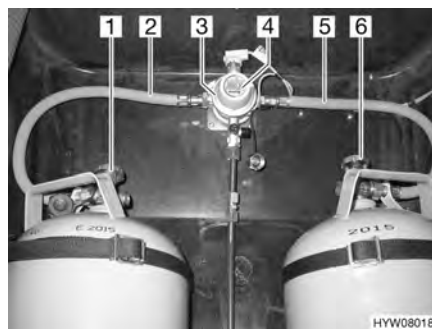
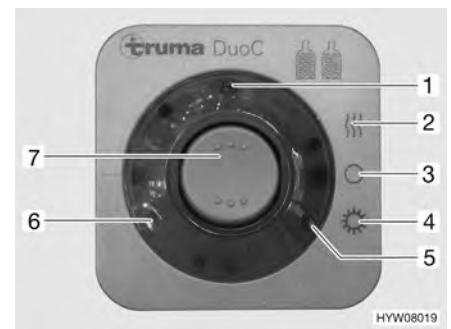

Fig. 98 Impianto di commutazione DuoControl
Fig. 99 Centralina di controllo
L'impianto di commutazione DuoControl è costituito da una valvola di commutazione (Fig. 98,3) e da una centralina di controllo (Fig. 99). La valvola di commutazione è installata tra i tubi del gas (Fig. 98,2 e 5). Con la manopola
(Fig. 98,4) sulla valvola di commutazione è possibile stabilire, quale delle bombole del gas viene utilizzata come bombola in uso e quale bombola del gas viene utilizzata come bombola di riserva.
Sulla centralina di controllo (Fig. 99) possono venire azionate solo le funzioni elettriche. Le valvole principali di arresto delle bombole del gas (Fig. 98,1 e 6) devono essere aperti manualmente.
La valvola di commutazione garantisce una pressione del gas costante, indipendentemente da quale bombola provenga l'alimentazione del gas. Le due spie di controllo sulla centralina di controllo indicano il livello di riempimento della bombola in uso. Se è accesa la spia di controllo verde (Fig. 99,6), la bombola in uso è piena. Se è accesa la spia di controllo rossa (Fig. 99,5), la bombola in uso è vuota. Il rifornimento di gas avviene poi tramite la bombola di riserva.
- Aprire le valvole principali di arresto delle bombole del gas (Fig. 98,1 e 6).
- Con la manopola (Fig. 98,4) sulla valvola di commutazione (Fig. 98,3) selezionare la bombola del gas, da cui proviene la principale alimentazione del gas (bombola in uso).
- Sulla centralina di controllo (Fig. 99) attivare l'impianto di commutazione DuoControl.
Posizionare l'interruttore a bilico (Fig. 99,7) su funzionamento invernale "On e riscaldamento" (Fig. 99,2) oppure su funzionamento estivo "On" (Fig. 99,4). La valvola di commutazione è ora disareata. La spia di controllo gialla (Fig. 99,1) è accesa, se si seleziona la modalità di funzionamento invernale e l'impianto antighiaccio con regolatore è attivato.
- Portare l'interruttore a bilico (Fig. 99,7) in posizione "O" (Fig. 99,3). La spia gialla di controllo (Fig. 99,1) si spegne.
- Chiudere le valvole principali di arresto delle bombole del gas (Fig. 98,1 e 6).
Le spie di controllo sulla centralina di controllo (Fig. 99,5 e 6) segnalano all'interno del veicolo, se la bombola in uso è pronta al funzionamento.
Se la spia di controllo verde (Fig. 99,6) si spegne durante il funzionamento e la spia di controllo rossa (Fig. 99,5) si accende, significa che la bombola del gas selezionata come bombola in uso è vuota e deve essere sostituita. La bombola di riserva continua ad alimentare le utenze a gas.